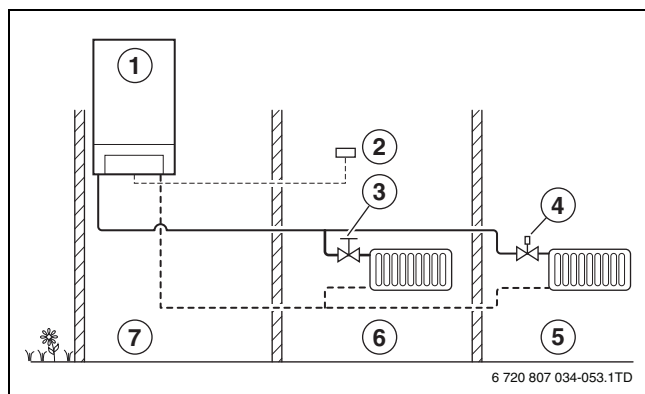

Bild 23 Reglerprincip för rumtemperaturstyrd reglering
- Vid rumtemperaturstyrd reglering regleras temperaturen i ett rum av reglercentralen i det rummet (rumtemperaturstyrd reglercentral). För korrekt temperaturreglering måste radiatorer vara försedda med manuella radiatorventiler eller termostatstyrda radiatorventiler måste vara fullständigt öppna (→ bild 23).